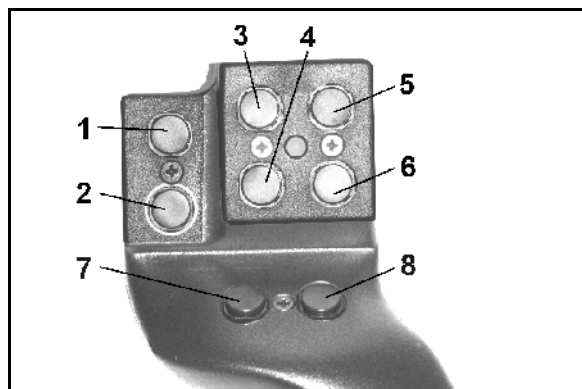
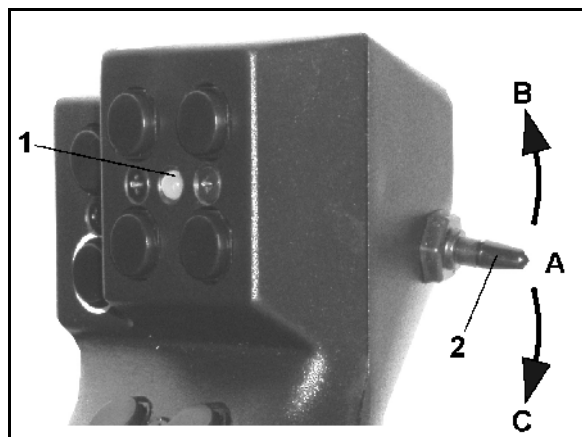

Fig. 71
Fig. 72
Joysticken (Fig. 71) har 8 (1 - 8) knappar för manövrering av **AMATRON⁺**. Med omkopplaren (Fig. 72/2) kan dessutom knapparnas funktioner tredubblas.
- mellanläge (Fig. 72/A) och kan flyttas
- uppåt (Fig. 72/B) eller
- nedåt (Fig. 72/C).
Omkopplarens läge indikeras med en LED-lysdiod (Fig. 72/1).